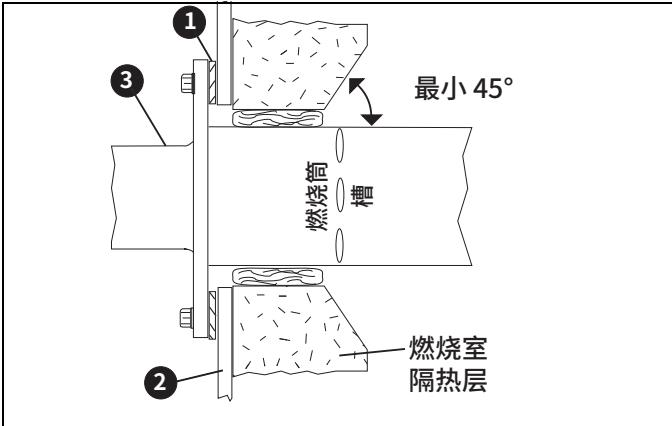

图 3.3. 燃烧室壁
确保燃烧室壁 ② 足够坚固，能够承受燃烧器 ③ 的重量。必要时应加固安装区域。请参见图 3.3。